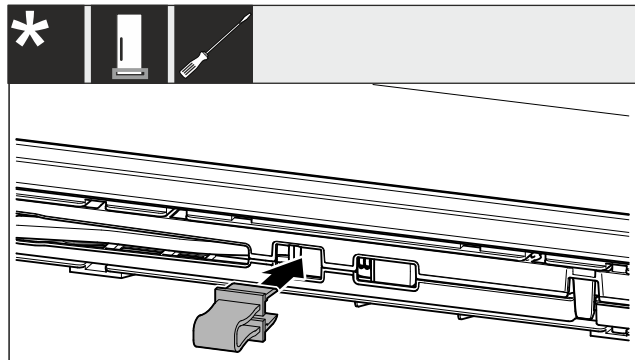

Fig. 4
- ▶ Poistku zaklapnite v otvore Fig. 4 O.